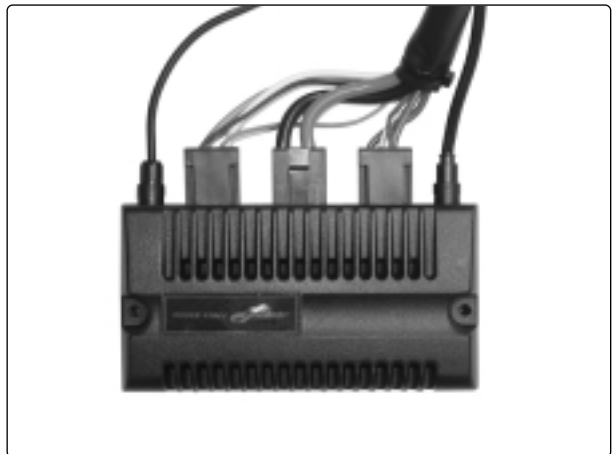

Abb. 40. Anschlüsse Ausgangsstufe Pilot+
6. Lösen Sie die Anschlüsse der Ausgangsstufe. Beachten Sie deren Anordnung, siehe Abb. 40.